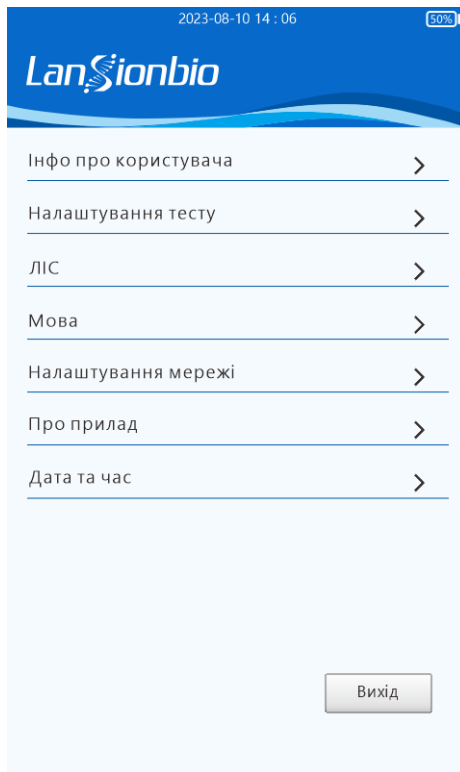

Рис.6 Системні налаштування
- а) По завершенню самоініціалізації після увімкнення натисніть кнопку «Системні налаштування» перейдіть на сторінку налаштувань системи (див. Рис.6).